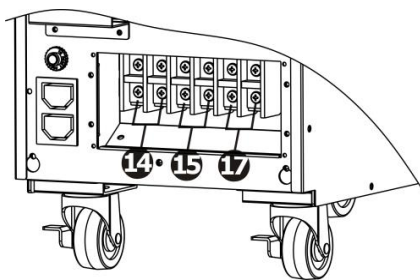

Figura 2: Terminali entrata/uscita
13. Terminali entrata / uscita (fare riferimento alla figura 2)